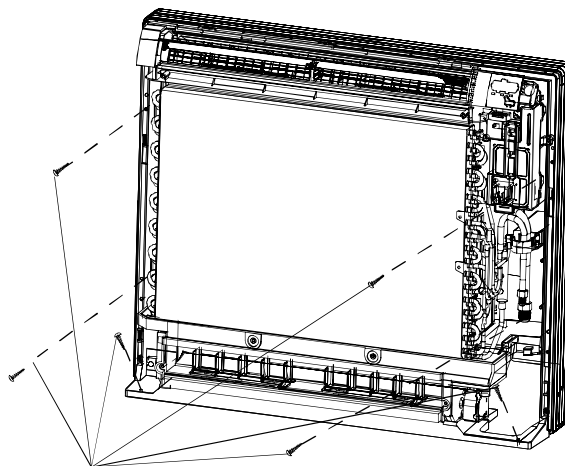

Рис. 5-8
- При напольном монтаже внутреннего блока он крепится 6-ю винтами. Также блок необходимо закрепить на стене (см. рис. 5-8).